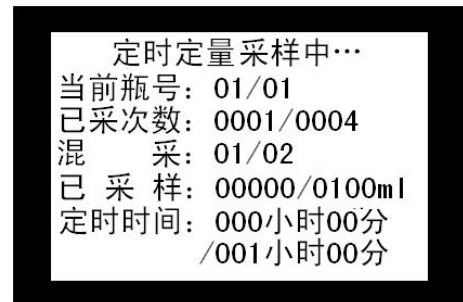

图 26 定时定量采样界面
- ◆ **立即启动**：按【菜单】键选择此参数项后，按【确定】键，则按当前设定的参数立即启动采样。采样过程中，采样仪处于“忙”状态，不再接受外部指令和操作。如图 26 所示。